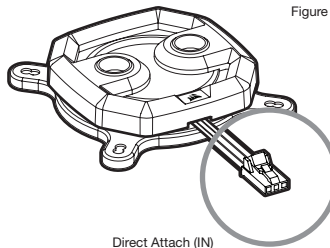

Figure 1
2. Identify the correct RGB connector on the water block (figure 1).
2. Identifiez le connecteur RGB approprié sur le bloc à eau (figure 1).
2. Finden Sie den richtigen RGB-Stecker am Wasserblock (Abbildung 1).